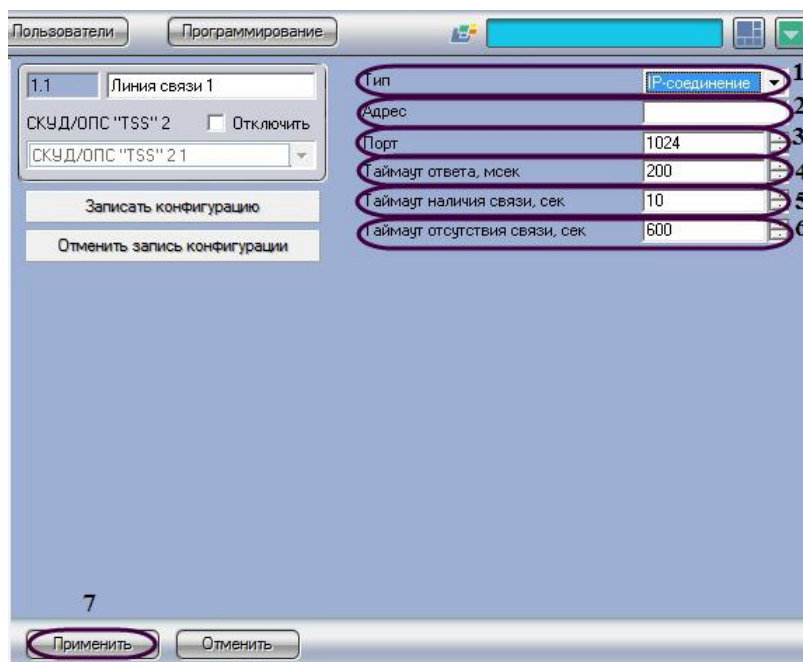

Рис. 3.3—3 Панель настроек подключения *СКУД/ОПС TSS2* через Ethernet-соединение
1. Перейти на панель настроек объекта **СКУД/ОПС TSS2** (Рис. 3.3—3).
2. Из раскрывающегося списка **Тип** выбрать **IP-соединение** (см. Рис. 3.3—3, 1).
3. В поле **Адрес** ввести IP-адрес линии связи (см. Рис. 3.3—3, 2).
4. В поле **Порт** с помощью кнопок **вверх-вниз** установить номер порта линии связи (см. Рис. 3.3—3, 3).
5. В поле **Таймаут ответа, мсек** необходимо с помощью кнопок **вверх-вниз** ввести время в миллисекундах ожидания ответа связи от контроллера, по истечении которого пакет сообщений не принимается (см. Рис. 3.3—3, 4).